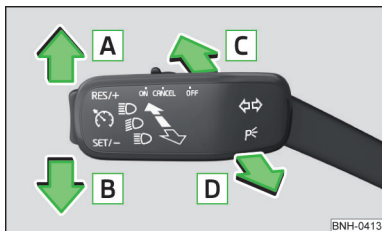

Abb. 45
Bedienungshebelstellungen » Abb. 45
- Den Bedienungshebel in Stellung **A** oder **B** bis zum Anschlag drücken » **Abb. 45 auf Seite 62**.